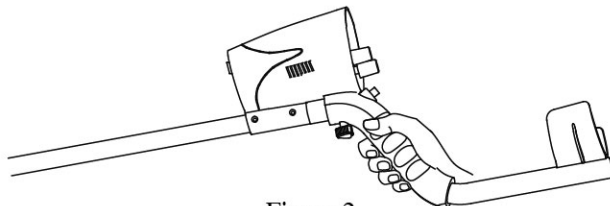

Figure 2
2. Alignez les boulons filetés en bas de la poignée, avec les boutons sous le boîtier de commande, et le serrer avec les boulons (Figure 2).